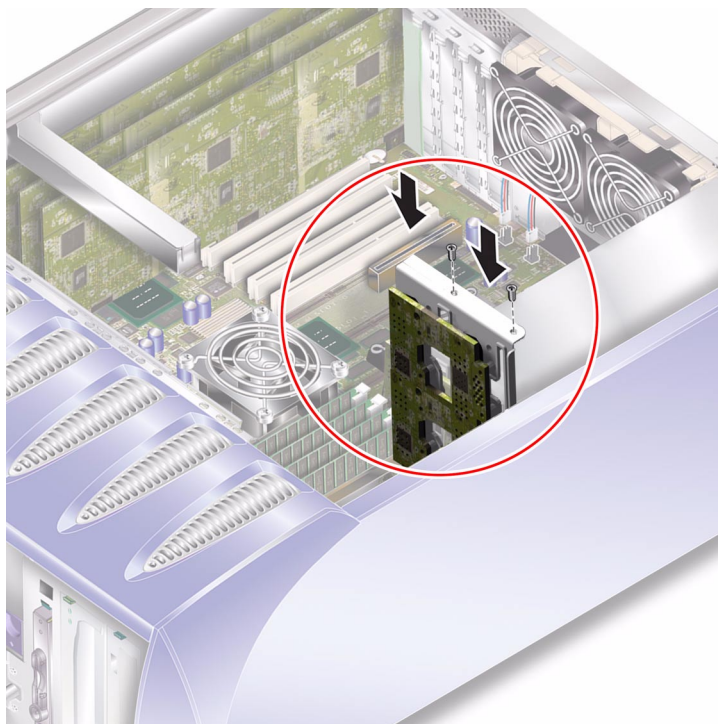

图 1-14 装回配电板
1. 使用配电板底部的两个定位针作为基准，将其置于服务器中的正确位置。参见图 1-14。